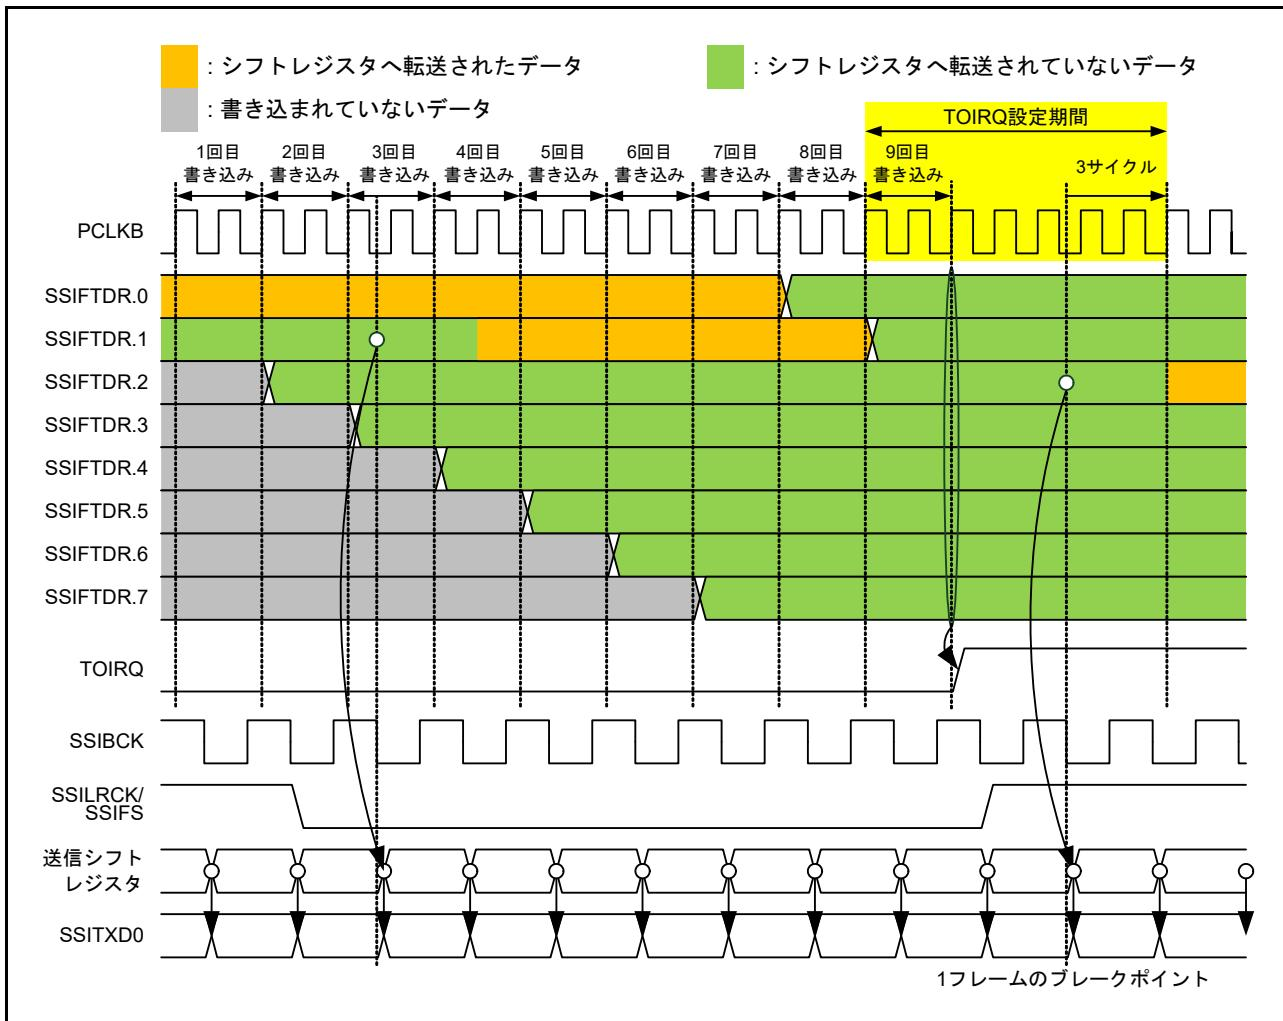

図 33.16 TOIRQ 設定タイミング
- SSIFTDR への書き込みが完了したとき。詳細は、図 33.16 を参照してください